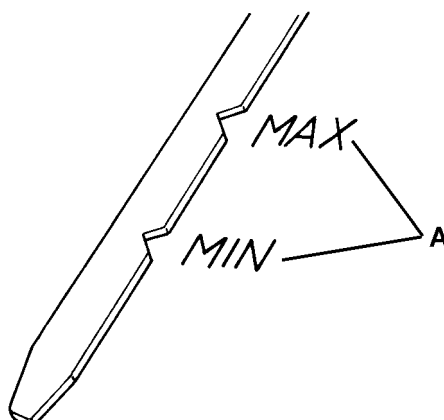

Figure 27
2. Activer le frein de stationnement à l'aide de la pédale (84) et du levier (76).
3. Tourner la clé de contact (69) sur "0".
4. Ouvrir le coffre (23) et le bloquer à l'aide de la tige de support (55).
5. Enlever les vis (45), puis enlever la protection (44) du moteur en dégageant les dispositifs de retenue (46).
6. Sortir la jauge à huile (34) et la nettoyer avec un chiffon propre. Insérer complètement la jauge à huile (34) puis, après quelques secondes, la sortir à nouveau et contrôler que le niveau d'huile est compris entre les repères de niveau MIN (minimum) et MAX (maximum) (A, Fig. 27).
14. Installer le bouchon de la goulotte de remplissage (35).
15. Insérer complètement la jauge à huile (34) puis, après quelques secondes, la sortir à nouveau et contrôler que le niveau d'huile est compris entre les repères de niveau MIN (minimum) et MAX (maximum) (A, Fig. 27). Si besoin est, faire l'appoint.